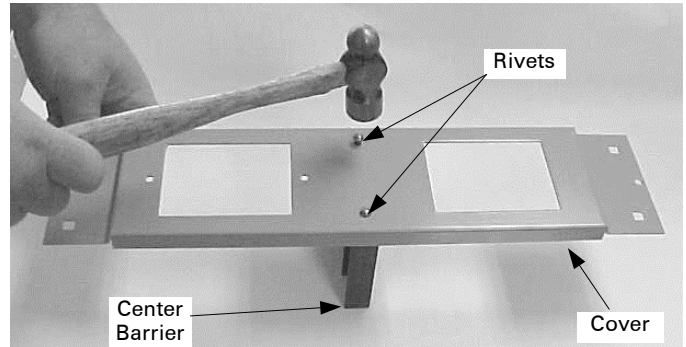

Figure 1. Attaching the center barrier to the breaker cover.
2. **Attach the center barrier** to the breaker cover with the two push-in rivets provided, as illustrated in Figure 1.
2. Attacher la barrière centrale au couvercle de disjoncteur avec deux rivets enfonçables fournis, tel qu'illustré à la Figure 1.